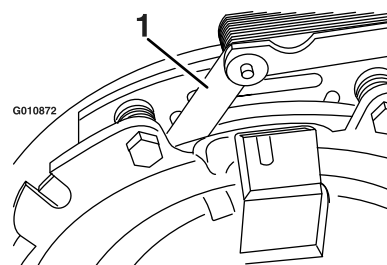
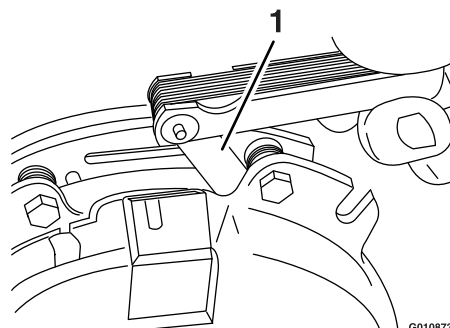

Figura 73
Figura 74
- E. Utilizando um apalpa-folgas com 0,25 mm de espessura, verifique se existe uma folga entre o disco e a armadura em ambos os lados do pólo do travão, como se mostra na Figura 73 e na Figura 74.